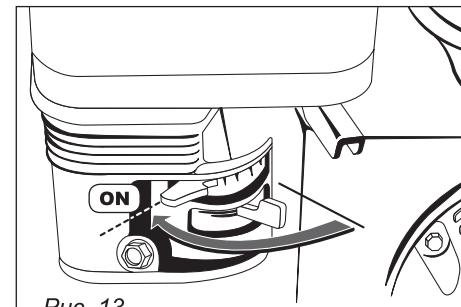

Рис. 13
- Поверните ручку управления воздушной заслонкой в положение «ON» (холодный старт двигателя), (рис. 13).